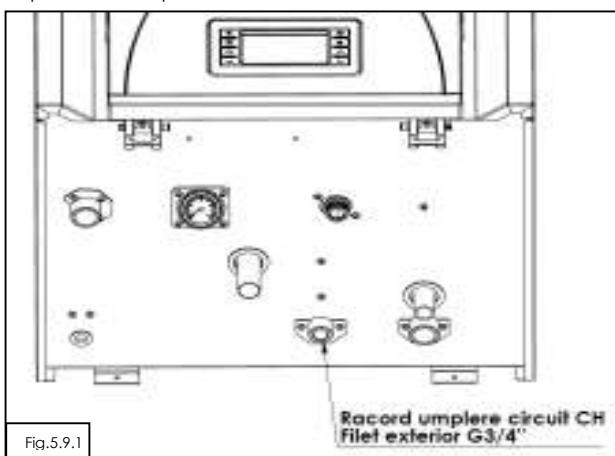

Fig.5.9.1
1. se racordeaza centrala la reteaua de apa rece (fig. 5.9.1);